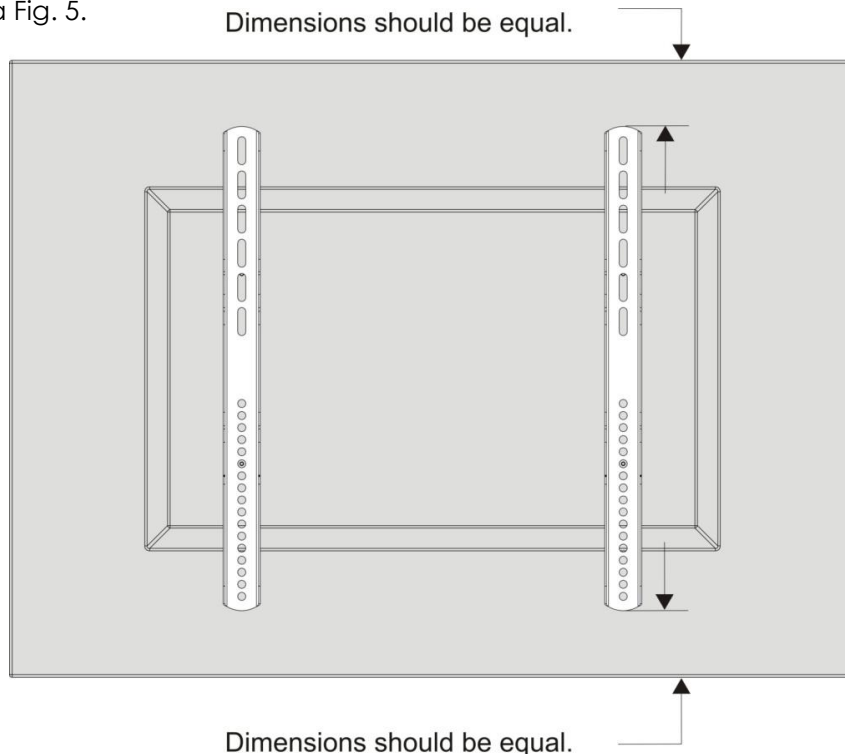

Fig. 5
- Coloque la pantalla de TV mirando hacia abajo. Coloque los soportes adaptadores en la parte trasera de la pantalla, alinee los orificios y céntrelos en la parte trasera de la pantalla como se muestra en la Fig. 5.